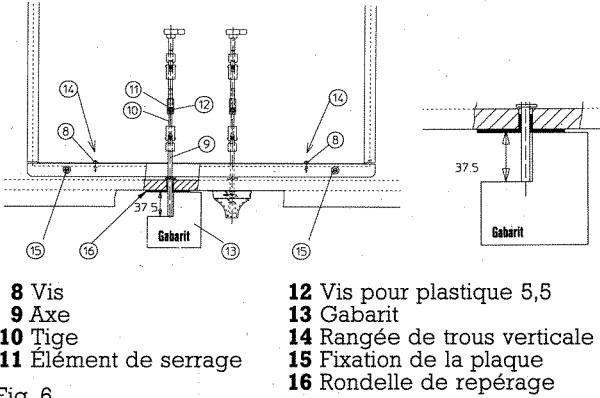

Fig. 6
9. A l'avant, relier le boîtier au plan de travail avec deux vis **8** placées au bon endroit, dans la rangée de trous verticale **14** (fig. 6). En cas de montage dans un plan de travail en pierre ou plastique, utiliser éventuellement des chevilles adaptées. La fixation correcte du bac est indispensable au bon fonctionnement de l'appareil. Enlever maintenant la bande d'étanchéité qui dépasse.